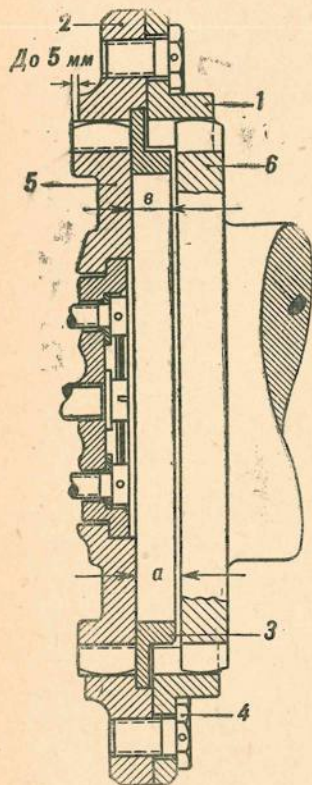

Рис. 60. Муфта полужесткого соединения коробки перемены передач
6. Расшплинтовать болты 4 (рис. 60) муфты полужесткого соединения. Отвернуть ключом восемь болтов и разъединить муфту полужесткого соединения. С помощью отвертки продвинуть по зубцам наружный венец 2 муфты в сторону коробки перемены передач, а внутренний венец 1 муфты в сторону бортового фрикциона и вынуть промежуточное кольцо 3.
10. Подрезать на токарном станке торец бурта промежуточного кольца 3 (рис. 60) по размеру «в», равному величине размера «а», снятого с места, и уменьшенному на 1—1,5 мм, т. е. «в» = «а» — (1—1,5) мм.